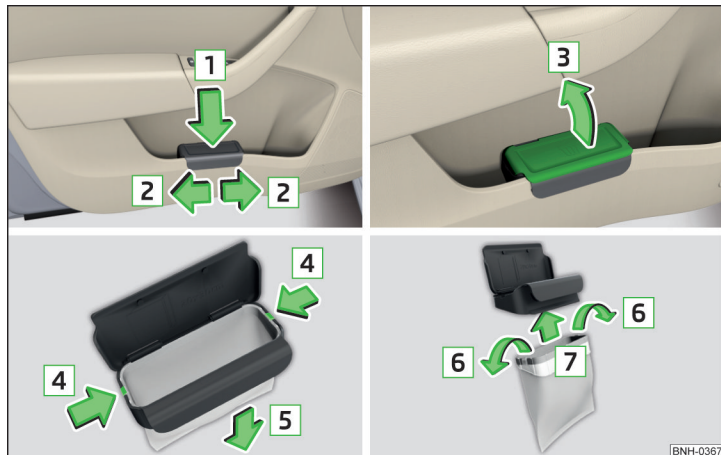

Abb. 67 Abfallbehälter: einsetzen und verschieben / öffnen / Beutel ersetzen
- Den Abfallbehälter im hinteren Bereich in Pfeilrichtung **1** » Abb. 67 eindrücken.
- Den Abfallbehälter entgegen der Pfeilrichtung **1** » Abb. 67 herausnehmen.
- Den Abfallbehälter in Pfeilrichtung **3** » Abb. 67 öffnen.
- Die beiden Rastnasen des Innenrahmens in Pfeilrichtung **4** » Abb. 67 vom Behälterkörper abdrücken.